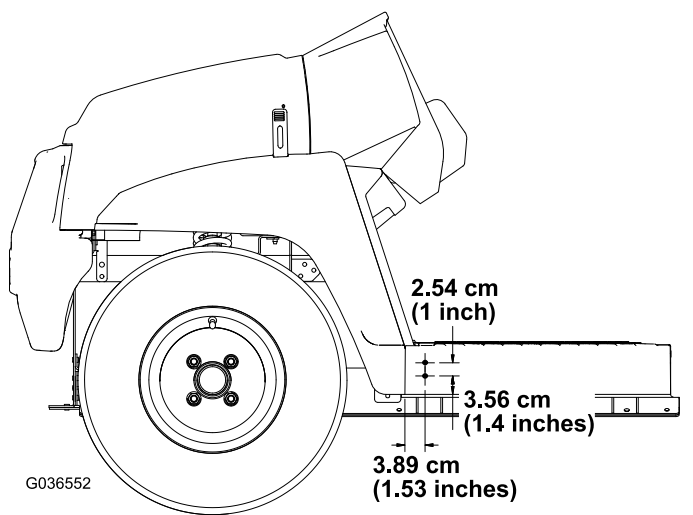

图 29
- 使用图 29 中所示的尺寸在机器左右侧的底板外侧钻 2 个孔 5/16 英寸。